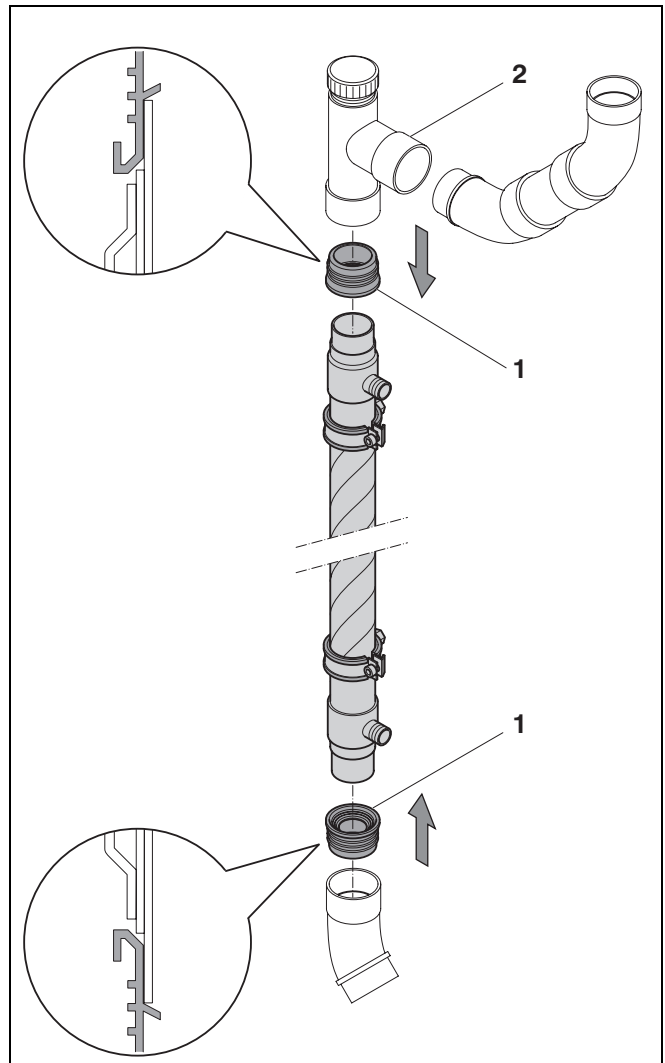

Fig. 4 Vuilwateraansluiting
- Maak bij het aansluiten gebruik van de beide meegeleverde rubberen manchetten (fig. 4, pos. 1).
- Monteer aan de bovenzijde een T-stuk met schroefdop (fig. 4, pos. 2), zodat de Nefit Douche-WTW toegankelijk blijft voor inspectie en reiniging.